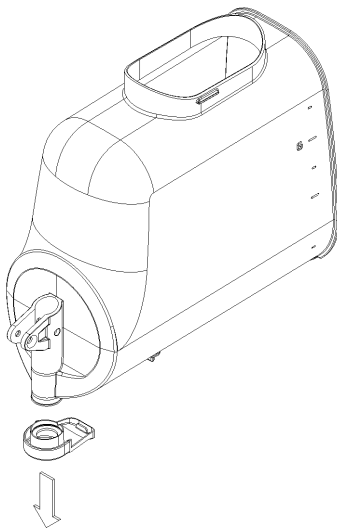

Bild 12
- den Durchflussbegrenzer des Behälters entfernen (Bild 12)
- 7 Den Durchflussbegrenzer des Behälters entfernen (Bild 12).
- 3 Den Zapfhahn gegenteilig zum Ausbau in (Bild 12) wieder am Behälter montieren.